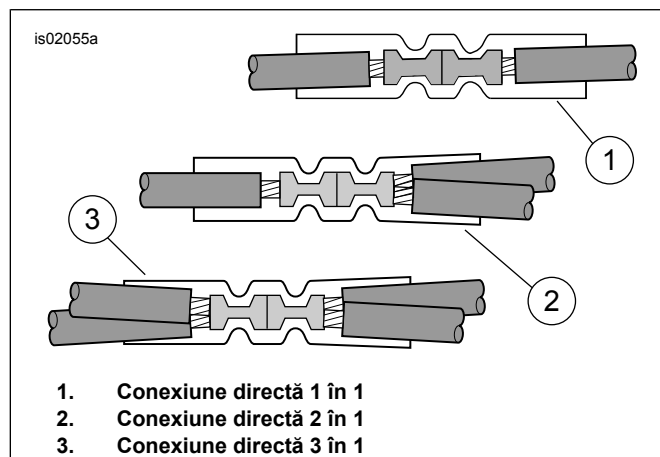

Figura 7. Configurații ale conexiunilor directe
4. Consultați Figura 22. Obțineți un conector sigilat pentru conexiuni directe (3) din kit. Consultați Figura 7, configurația conexiunii directe 2 în 1. Conectați direct borna de alimentare a cablajului mânerului încălzit la firele portocalii/albe ale cablajului principal, conform instrucțiunilor din anexa manualului de service.
6. Consultați Figura 22. Obțineți un conector sigilat pentru conexiuni directe (3) din kit. Consultați Figura 7, configurația conexiunii directe 1 în 1. Conectați direct borna de alimentare a cablajului mânerului încălzit la firul adaptorului conform instrucțiunilor din anexa manualului de service.
3. Consultați Figura 22. Obțineți un conector sigilat pentru conexiuni directe (3) din kit. Consultați Figura 7, configurația conexiunii directe 2 în 1. Conectați direct borna de alimentare a cablajului mânerului încălzit la firele portocalii/albe tăiate ale cablajului principal, conform instrucțiunilor din anexa manualului de service.
3. Consultați Figura 22. Obțineți un conector sigilat pentru conexiuni directe (3) din kit. Consultați Figura 7, configurația conexiunii directe 2 în 1. Conectați direct borna de alimentare a cablajului mânerului încălzit la firele portocalii/albe ale cablajului principal, conform instrucțiunilor din anexa manualului de service.
3. Consultați Figura 22. Obțineți un conectorul sigilat pentru conexiuni directe (3) din kit. Consultați Figura 7, configurația conexiunii directe 2 în 1. Conectați direct borna de alimentare a cablajului mânerului încălzit la firele portocalii/albe ale cablajului principal, conform instrucțiunilor din anexa manualului de service.
4. Montați siguranța de 2 A (12) din kit în cavitatea siguranței pentru a închide circuitul.